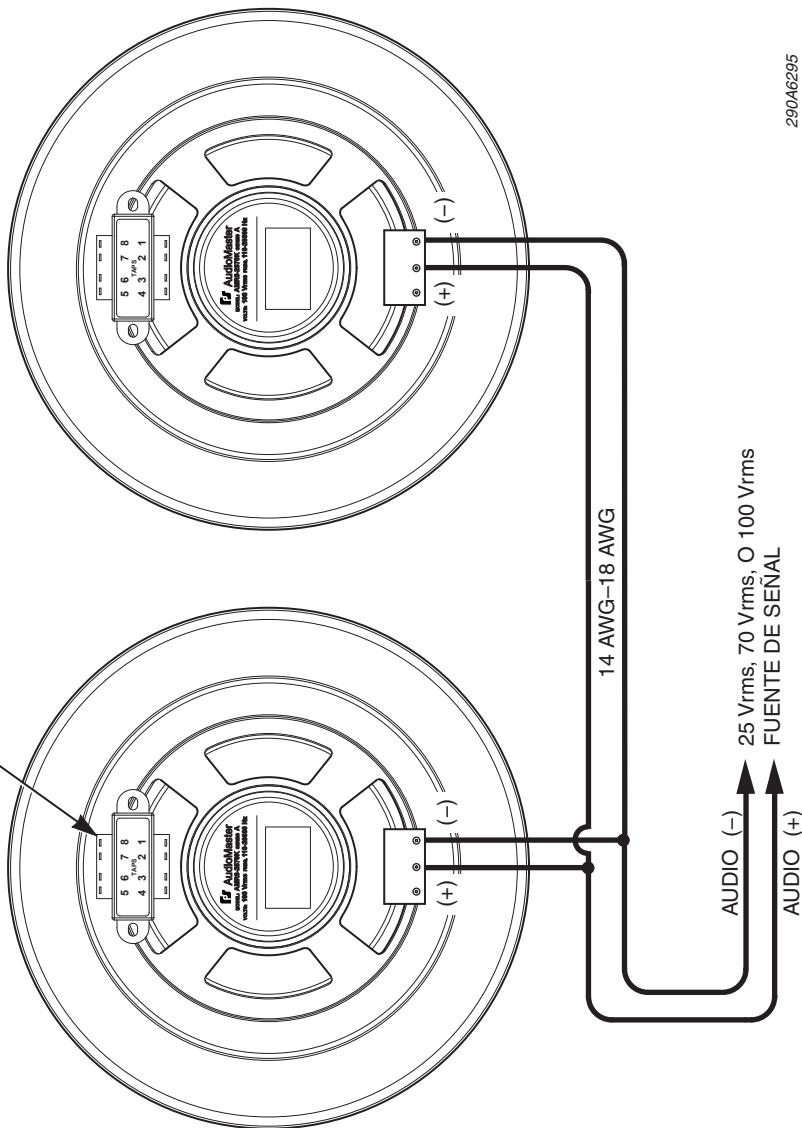

Figura 2. Altavoces conectados en paralelo
*Figuras**Figura 1. Vista detallada del montaje del altavoz.....18**Figura 2. Altavoces conectados en paralelo.....20*
4. Para conectar los altavoces en paralelo, consulte la figura 2 en la página 20.